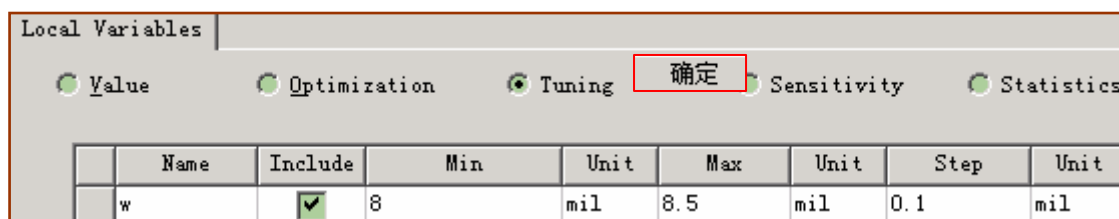

图 2
- 首先确定对哪一个变量进行调节，并设置大体的范围(图 2)，点击 OK 按钮。